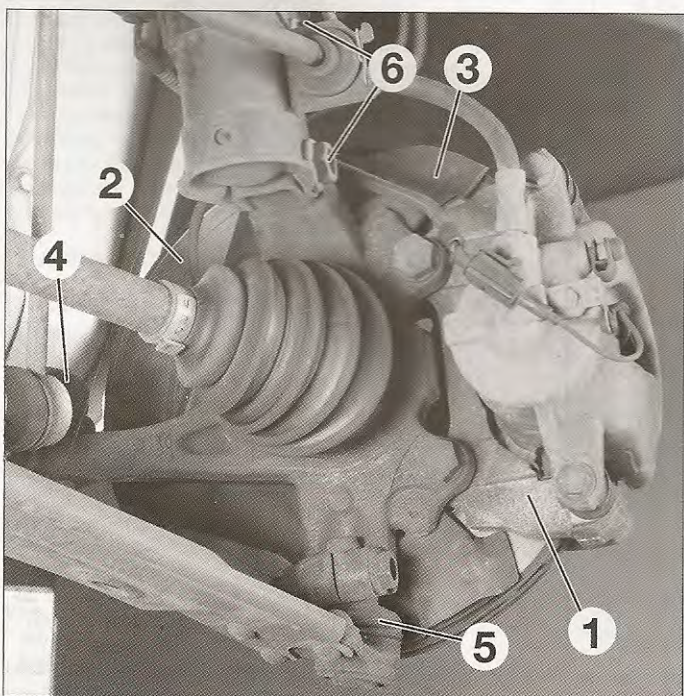

FIG. 11
- Desmontar las pastillas, el soporte de pinza (1) y el disco de freno (2) (ver operaciones correspondientes en el capítulo "Frenos") (fig. 11).
- Los 3 tornillos de fijación de la placa (3) de protección del disco.
- Desmontar la placa (3) de protección.
- la rótula de dirección (4).
- la rótula del triángulo (5).
- los tornillos de fijación inferiores (6) del elemento de suspensión.